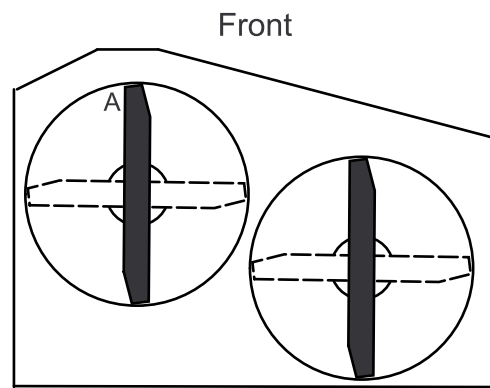

Figura 72
5. Para carcassas de corte de 36 pulgadas, consulte la Figura 72.